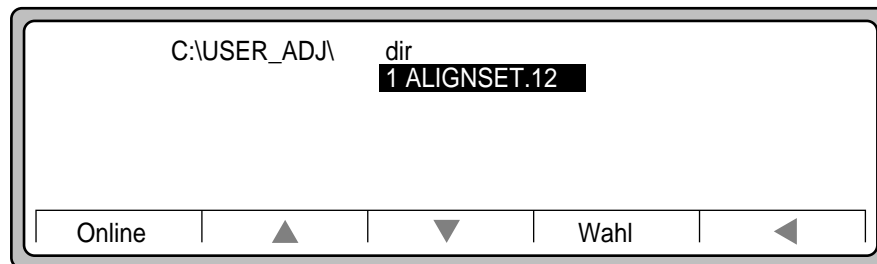

Abbildung 6-7 1 ALIGNSET.*
6. Die Ziffer 1 erscheint vor der Meldung „ALIGNSET.*“ (siehe Abbildung 6-7).